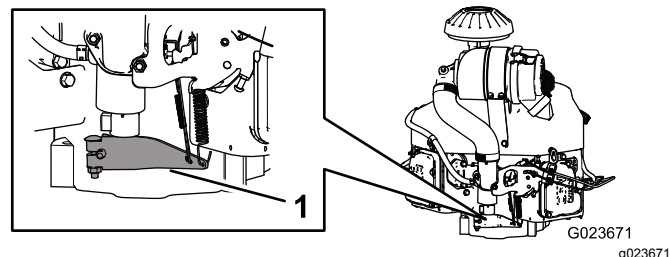

図 66
3. ガバナのアームのスプリング側のタンプを押し下げる 図 66 。